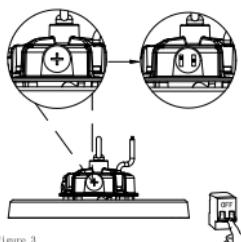

Figure 3
3. Spegnere la corrente prima di selezionare potenza e temperatura colore. Aprire il coperchio, selezionare la temperatura colore e potenza desiderata, chiudere bene il coperchio per prevenire infiltrazioni d'acqua. (fig.3)
3. Open the sealing cover on top of the driver, turn off the power before adjusting the colour temperature and power, adjust the required colour temperature and power according to the prompts on the shell, in order to prevent water leakage, please tighten the sealing cover after adjustment. (fig.3)